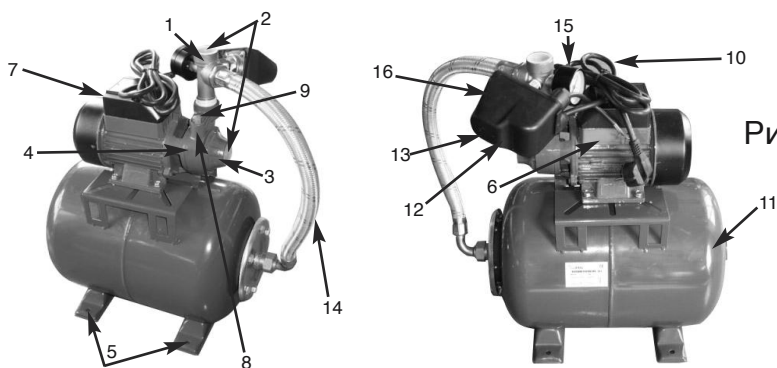

Рис. 1
- Извлечь заглушки 2 (Рис.1)
- Нужно учесть что давление, закаченного воздуха, в баке 11 (Рис.1) должно быть на 0,1 атм ниже, чем давление включения насоса. Это необходимо для максимально эффективной работы расширительного бака.
- Через заливную полость 8 (Рис.1) заполнить насос водой. Для этого необходимо открутить болт 9.
- Реле давления 12 (Рис. 1.) выключает насос расширительного бака. По мере расхода воды давление в системе падает до нижнего предела настройки реле давления 12, после чего реле давления 12 вновь включает насос. Вода поступает к потребителю и в расширительный бак 11.
- Исклучите попадание воды на двигатель 6 и на клемную коробку 7 (Рис.1).
- Отключите шнур питания 10 (Рис.1) от источника электрического тока
- Открутите гайку 13 и снимите крышку реле давления 16 (Рис.1).
- Закрепите крышку реле давления 12 гайкой 13 (Рис. 1).
- Включите станцию и ориентируясь на показания манометра 15 проверьте правильность регулировки (Рис.1).